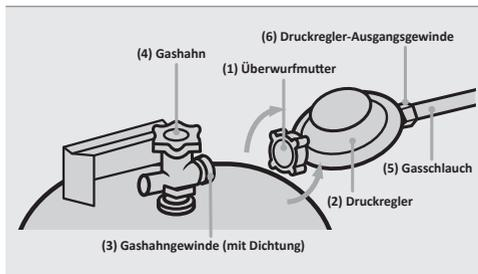

Abb.1: Montage des Druckreglers
2. Verbinden Sie den Druckregler mit der Gasflasche, indem Sie die Überwurfmutter (1) des Druckreglers (2) durch Linksdrehung (**von Hand**) auf das Gashahngewinde (3) schrauben (siehe Abb. 1) und fest anziehen.
- Deinstallieren Sie die Gasflasche indem Sie die Überwurfmutter (1) des Druckreglers (2) von Hand durch Rechtsdrehung vom Gashahngewinde (3) abschrauben (siehe Abb. 1).